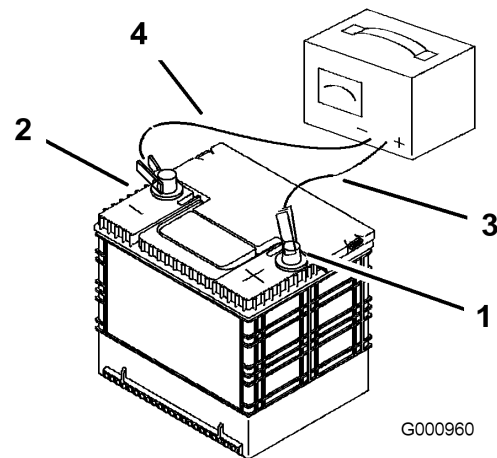

Bild 40
2. Ziehen Sie, wenn die Batterie voll geladen ist, den Stecker des Ladegeräts aus der Dose. Klemmen Sie dann die Klemmen des Ladegeräts von den Batteriepolen ab (Bild 40).